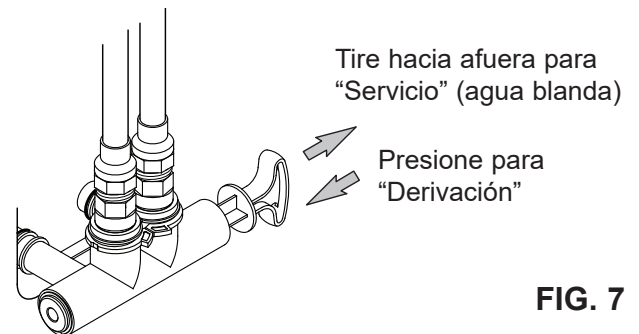
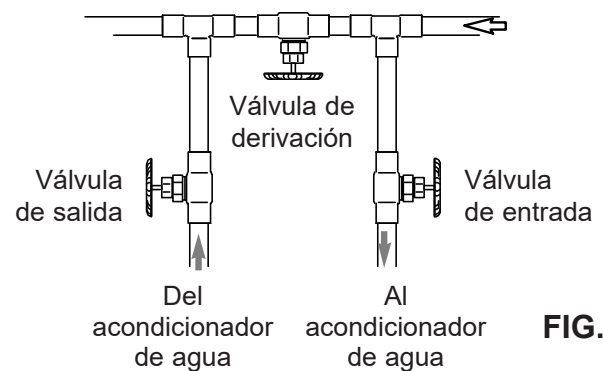

FIG. 7
FIG. 8
Siempre instale una válvula de una derivación (incluida) tal como se muestra en la Fig. 7 o, si lo desea, puede comprar y armar las piezas para un sistema de derivación de 3 válvulas (no incluidas), tal como se muestra en la Fig. 8. Las válvulas de derivación le permiten cerrar la entrada de agua al acondicionador de agua para su mantenimiento, si es necesario, y aún así tener agua en las tuberías de la casa. Las uniones de tubo deben ser como mínimo de 3/4 pulg.
3. Mueva las válvulas de derivación a la posición de “derivación” (Bypass) (vea las Fig. 7 y 8). En una válvula de una derivación, deslice el vástago hacia adentro a la posición de derivación. En una derivación de 3 válvulas, cierre las válvulas de entrada y salida, y abra la válvula de derivación.